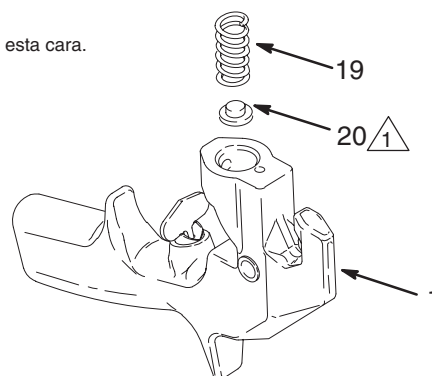

Fig. 17 03979
5. Si se ha desmontado el muelle (19), engrase la pieza de ajuste (20) de aquél y móntelo. Introduzca este conjunto en el cuerpo de la pistola (1). Vea la Fig. 17.